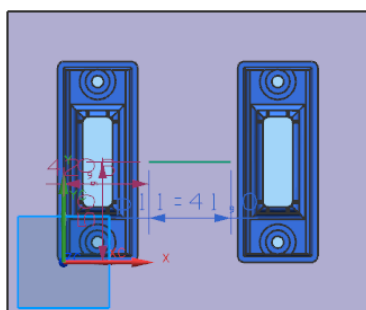

图 9-4 绘制流道引导线
(3) 选择分型面作为草图平面，绘制所需要的流道引导线定义流道路径，如图 9-4 所示，在两个型芯之间绘制一条简单的直线。